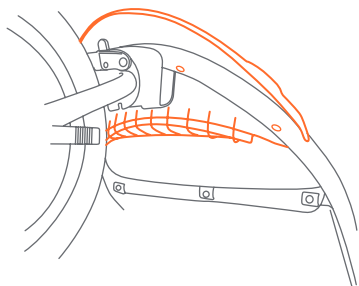

Fig. 25a
25) • Aligner le pare-chocs et presser sur le cadre avant (Fig. 25a).